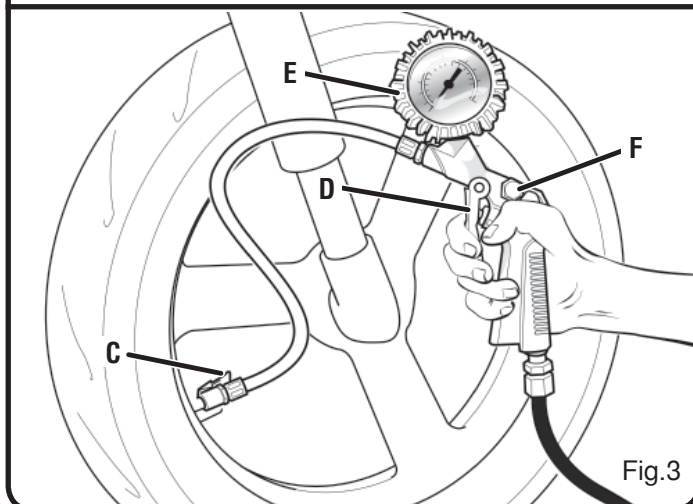

Fig.3
- 3) Presione la palanca de inflado del neumático (D) (Fig. 3). Suelte la palanca y lea la presión en el manómetro (E) de la pistola. Repita la operación hasta obtener la presión requerida. En caso de exceso de inflado, presione el botón (F) para reducir la presión.